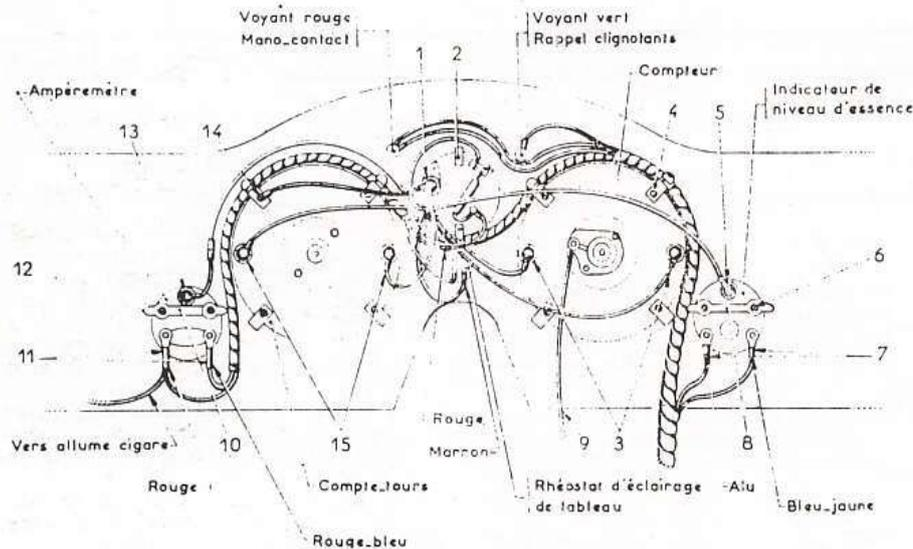
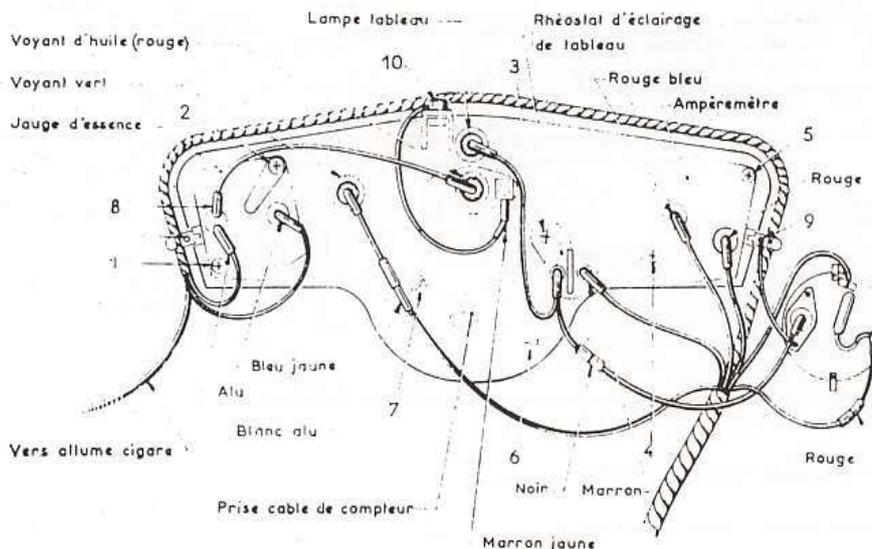

Figure 117. — Vue intérieure de la planche de bord (24 ct et 24 bt)
Figure 118 4 P. — Vue intérieure de la planche de bord (24 C)
- Débrancher le faisceau de tableau de bord des différents appareils (fig. 118) pour le modèle 24 c et (fig. 117) pour le modèle 24 ct. Dégager le faisceau des agrafes fixées sur les équerres du compteur et du compte-tours.
• Présenter le faisceau sur la planche de bord. Connecter les différents fils ou fiches suivant les figures 117 ou 118. Placer le faisceau dans les agrafes. (Ne pas oublier de maintenir, avec de la bande adhésive, dans sa position initiale, le fil alimentant l'allume-cigare).